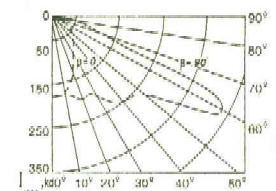

Рис.2
- 2.1. Распределение силы света светильников показано на рис.2. Тип кривой силы света в горизонтальной плоскости - осевая, в вертикальной плоскости - широкая.